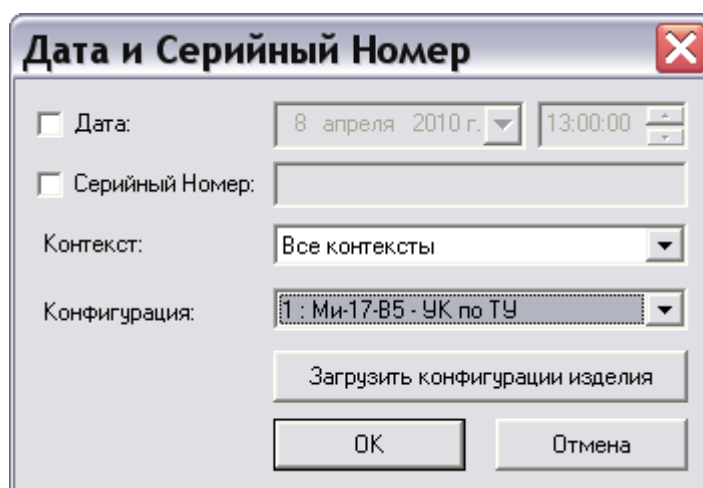

Рис. 59
- в списке поля **Конфигурация** выберите обозначение конфигурации (или базиса), например «1 : Ми-17-В5-УК по ТУ» (Рис. 59). Для использования конфигураций другого изделия применяйте кнопку **Загрузить конфигурации изделия**.